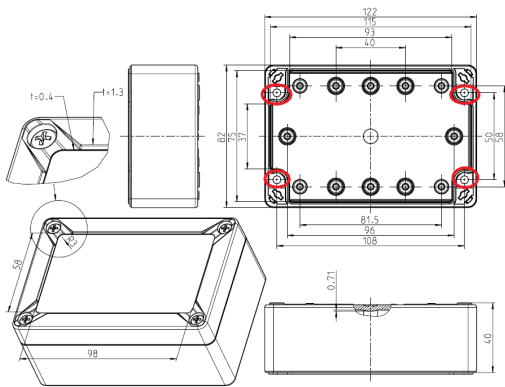

Abbildung 3: Gehäuseabmessungen [mm]
Die sichere Befestigung des Gateways an einer Wand bzw. Decke erfolgt bei geöffnetem Deckel über die in Abbildung 3 rot markierten vier Befestigungspunkte und M4 Schrauben in geeigneter Länge. Nach erfolgter Wandmontage muss der Deckel wieder geschlossen werden.
- ⚠ Das Gateway muss über vier geeignete M4 Schrauben und Dübel sicher mit einer Wand-/Decke verschraubt werden, vgl. rote Markierung in Abbildung 3.
- ⚠ Das montierte Druckausgleichselement (9) erhöht die Gesamtbreite des Gateways von 122 mm in Abbildung 3 auf insgesamt 130 mm.
- ℹ Das Druckausgleichselement (9) und die Gehäuseschutzklasse IP66 erlaubt einen Betrieb des Gateways auch im Freien.